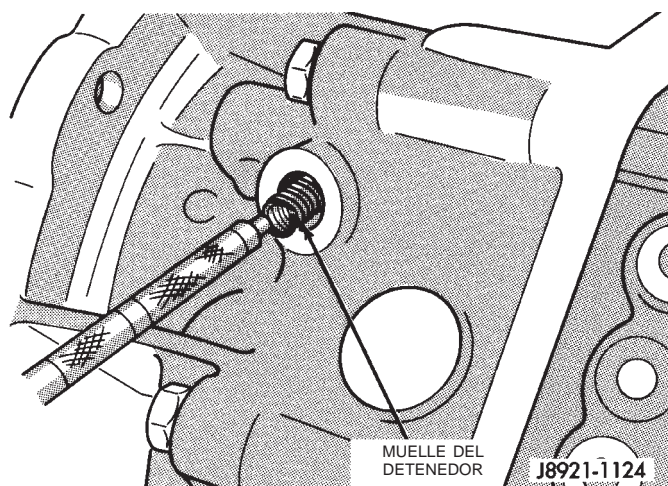
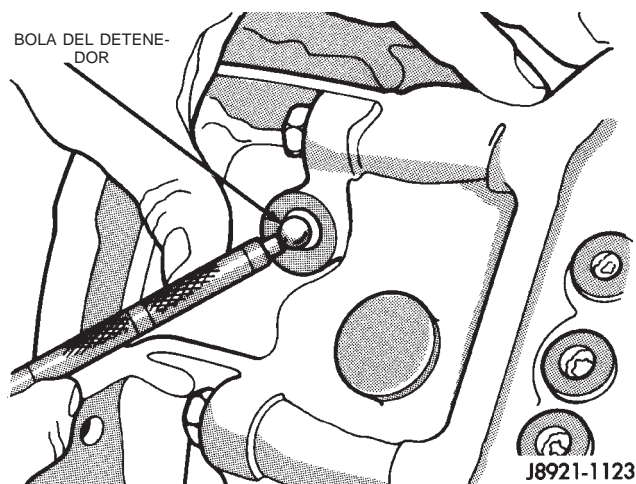

Fig. 21 Extracción de muelle del detenedor
Fig. 22 Extracción de bola del detenedor
- (9) Retire el muelle de la bola del detenedor y la bola con un imán tipo lápiz (Fig. 21), (Fig. 22).